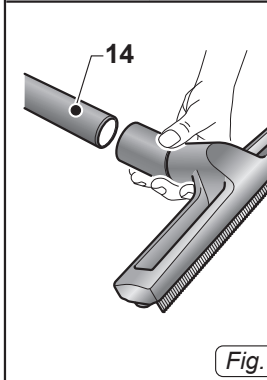

Fig. 10
- Agganciare alle prolunghe rigide (14 Fig.10) l'accessorio voluto (bocchetta di aspirazione, spazzola a pennello, bocchetta a lancia, bocchetta pavimenti ecc..).
- Agganciare alle prolunghe rigide (14 Fig.10) l'accessorio voluto (bocchetta pavimenti ecc..).